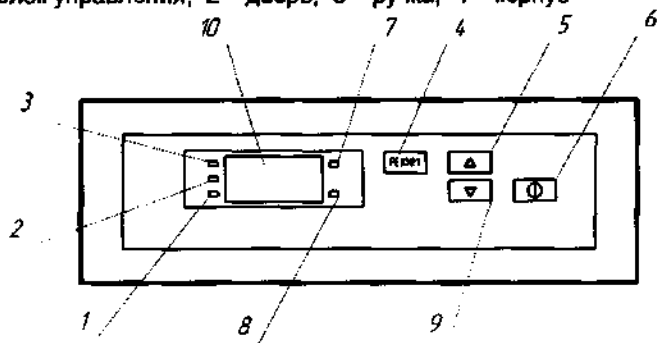

Рисунок 2. Расположение органов управления стерилизатором на блоке управления
Управление процессом стерилизации осуществляется с панели блока управления (см. рис.2). Датчик температуры размещён внутри стерилизационной камеры и подключен к плате управления и индикации. Термодатчик реле температуры, предназначенного для защиты медицинских изделий от перегрева при неисправностях в электрической схеме, размещен на задней стенке.
2.3.3. Включить вводной аппарат. На блоке управления загорится индикатор (поз. 7, рис. 2), показывающий текущую температуру в стерилизационной камере.
В алгоритм управляющей программы стерилизатора заложена возможность автоматического запуска прерванной (в результате кратковременного пропадания питающего напряжения) программы. Если после включения произошел автоматический запуск программы, то для ее остановки необходимо нажать на поле "①" (поз.7, рис.2) и удерживать в течение 3 секунд.
2.3.5 Для запуска выбранной программы временно (не более 2 сек) нажать на поле "①" (поз.7, рис. 2). При этом включится вентилятор принудительной циркуляции воздуха внутри стерилизационной камеры и стерилизатор перейдет в фазу «ПОДГОТОВКА». Информационное табло индицирует изменение температуры в камере. Происходит нагрев до установленного значения температуры.
При необходимости запущенную программу можно остановить, нажав на поле "①" (поз.7, рис.2) и удерживать в течение 3 секунд. Эту остановку можно выполнить в любой фазе стерилизации.
2.3.6 При достижении заданной температуры стерилизатор переходит в фазу «СТЕРИЛИЗАЦИЯ». Включается светодиодный индикатор "СТЕРИЛИЗАЦИЯ" (поз.3, рис. 2), информационное табло попеременно индицирует время выдержки и текущую температуру в камере. Происходит выдержка при заданной температуре, по истечении которой стерилизатор переходит в фазу «ОХЛАЖДЕНИЕ».
2.3.7 В фазе «ОХЛАЖДЕНИЕ» индикатор продолжает показывать изменение температуры в камере и горит индикатор "ОХЛАЖДЕНИЕ" (поз.2,рис. 2). Температура в камере падает..
2.3.8 При понижении температуры до 75°C гаснет индикатор "ОХЛАЖДЕНИЕ", загорается индикатор "ВЫГРУЗКА" (поз.1, рис. 2) и звучит непрерывный звуковой сигнал, который выключается пользователем путем нажатия на поле "①" (поз.7, рис.2) и удерживанием в течение 3 секунд.